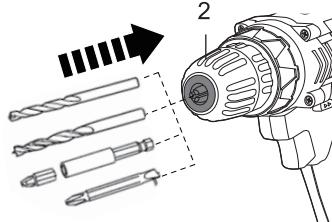

Fig. 2
- > Introduceți vârful mandrinei complet în opritor (fig. 2). Dacă utilizați un bit de surubelnită de 25 mm, introduceți-l în soclul unui suport de bit.